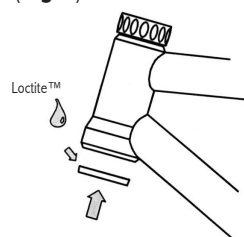

Fig.5
8. Das untere Original-Lager wieder mit Loctite™ einsetzen (**Fig. 5**).
(**Fig.5**)